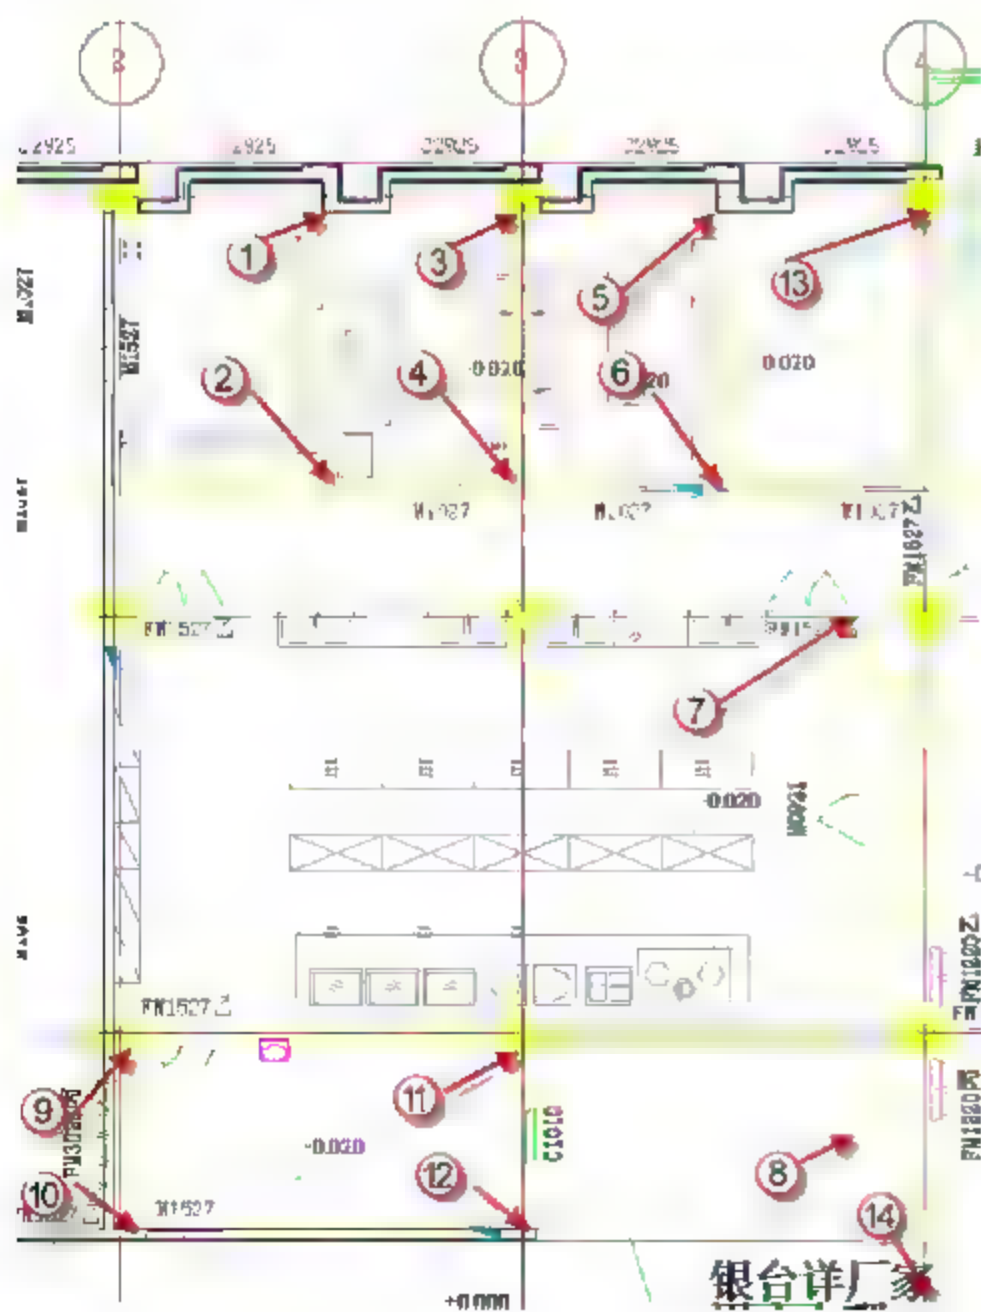
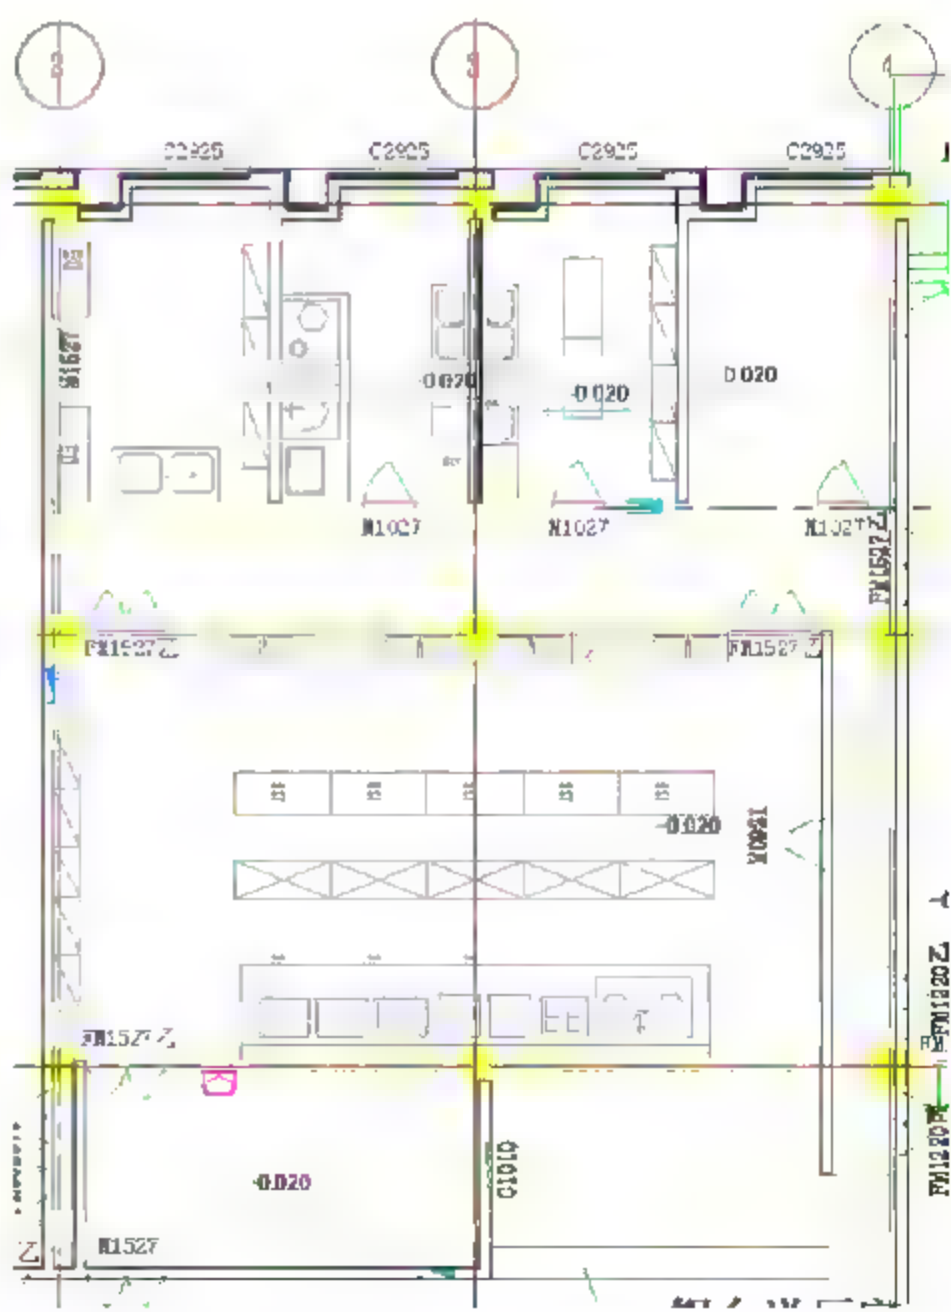

图 10.2.34 200mm 竖向内墙捕捉点位置
图 10.2.35 完成 200mm 竖向内墙部分
(3) 绘制 D 轴到 G 轴和 2 轴到 4 轴线之间的竖向内墙。选择“建筑”→“墙”→“墙: 建筑”命令, 也可以直接按快捷键 W+A。将“偏移量”改为“100mm”。依次捕捉图 10.2.34 所示位置, 单击绘制墙体。绘制完成后按 Esc 键, 可以退出外墙绘图界面, 完成后的这部分内墙如图 10.2.35 所示。